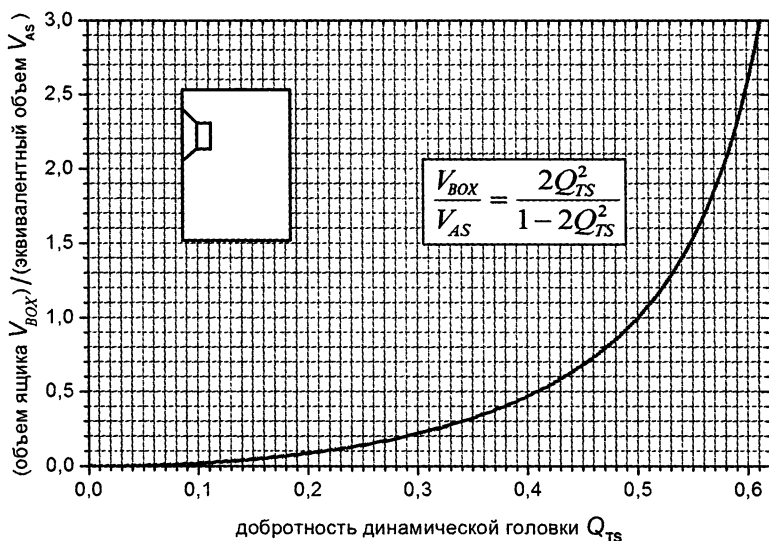

Рис. 3.5. Зависимость оптимального объема закрытого ящика от собственной добротности динамической головки
График функции (21) уже был построен на рис. 3.4 (кривая  $Q_{\text{BOX}} = 0,707$ ). Для удобства расчетов, этот график повторен на рис. 3.5 в растянутом масштабе. С его помощью по известным параметрам головки  $Q_{\text{TS}}$  и  $V_{\text{AS}}$  можно быстро определить объем закрытого ящика, при котором полная добротность системы будет равна 0,707.
Эти советы помогут вам получить предсказуемый результат, избежать бубнения в ящиках завышенного объема и обрезания нижнего диапазона в ящиках заниженного объема. Но если при выборе головки и объема ящика вы точно выполните условие  $\frac{V_{\text{BOX}}}{V_{\text{AS}}} = \frac{2Q_{\text{TS}}^2}{1 - 2Q_{\text{TS}}^2}$  (см. рис. 3.5), то получите не только глубокий бас, но и прекрасные импульсные характеристики!
Если головка имеет  $Q_{TS} = 0,4—0,5$ , то ее можно «выводить» на  $Q_{BOX} = 0,707$ , выбрав объем ящика по графику на **рис. 3.5**. Если же  $Q_{TS}$  ниже, то для того, чтобы делать  $Q_{BOX} = 0,707$  придется головку поместить в очень маленький ящик. При этом нижняя граничная частота сильно уйдет вверх. Поэтому головки с малым  $Q_{TS}$  можно пробовать устанавливать в ящик с планируемой полной добротностью системы 0,5 или 0,577, выбирая значение объема ящика по графикам на **рис. 3.4**.